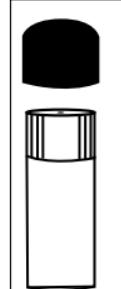

Figure 3A
2. Entfernen Sie die Vinylkappe von der Prüphiole, um das kleine Leckloch freizulegen, wie in Abbildung 3A unten gezeigt. ENTFERNEN SIE DIE SCHWARZE KAPPE NICHT VON DER PHOLE.